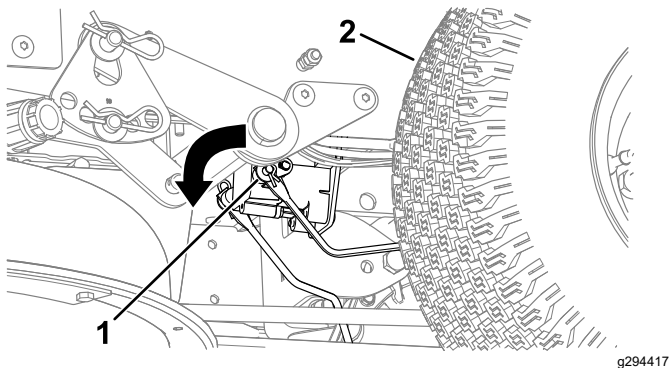

Figura 53
4. Localizați la frâna electrică arborele la care sunt conectate braele de cuplare (Figura 53).
5. Rotii arborele spre față pentru a elibera frâna, așa cum este ilustrat în Figura 53.